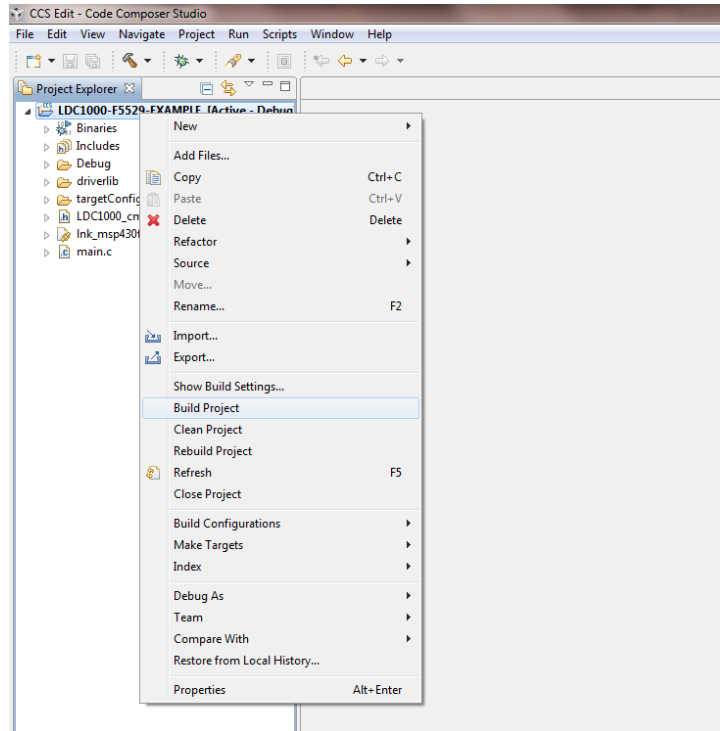

图 6 Build Project
3、在工程项目上, 右击, 点击 “Build Project” 编译 (图 6)